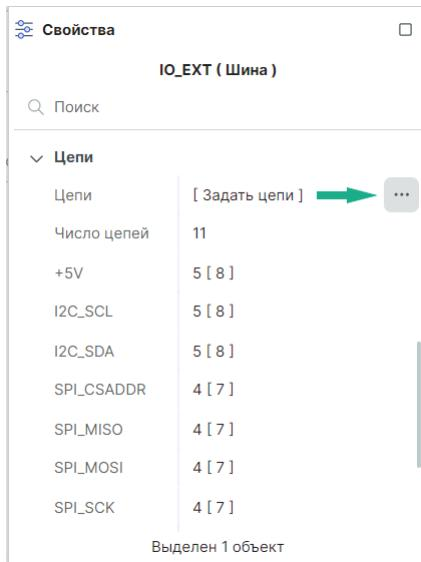

Рис. 118 Переход в окно «Шина»
- Из пункта «Цепи» на панели «Свойства». Для этого нажмите на символ «***», см. Рис. 118.